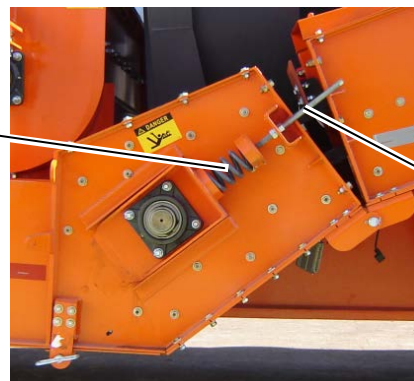

Fig. 2: Esticador da esteira de arraste / Drag conveyor take-up
- ☛ A tensão da esteira de arraste é controlada por meio de um esticador, fig. 2, que fica constantemente forçando o eixo conduzido para baixo, tensionando a esteira. Para regular a tensão deve-se apertar ou afrouxar o suporte da mola do esticador, det. A, através das porcas de regulagem do suporte da mola, det. B.
- ☛ The tension of the drag conveyor is controlled by a take-up, fig. 2, that constantly stays forcing the turning shaft downwards, tensioning the conveyor. To adjust the tension, tighten or loosen the support of the take-up spring, det. A, by using the adjustment nuts of the spring support, det. B.